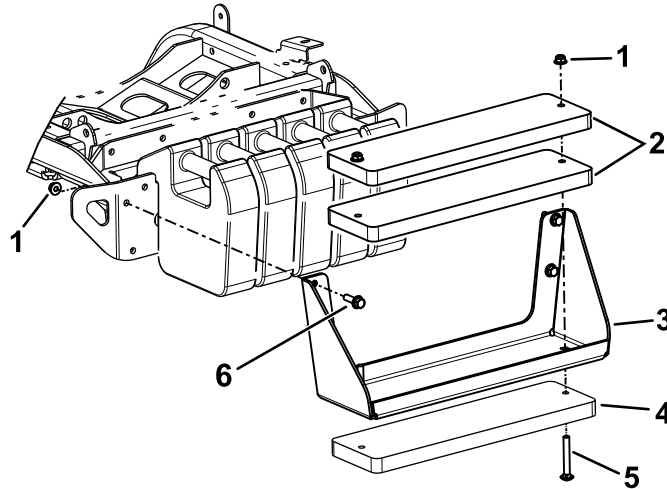

图 22
注意 请参阅图 22 了解这些步骤。
- A. 使用螺栓 $\frac{3}{8}$ x 4 英寸和螺母 $\frac{3}{8}$ 英寸将 3 个配重块固定到支架上 图 22。
- B. 使用六角头螺栓和螺母包含在套件中将配重块支架固定到机器上 图 22。
- A. 从机器上卸下配重块支架 图 22。
- C. 使用螺栓 $\frac{3}{8}$ x 4 英寸和螺母 $\frac{3}{8}$ 英寸将 3 个配重块固定到支架上 图 22。
- D. 使用之前卸下的五金件将配重块支架固定到机器上 图 22。